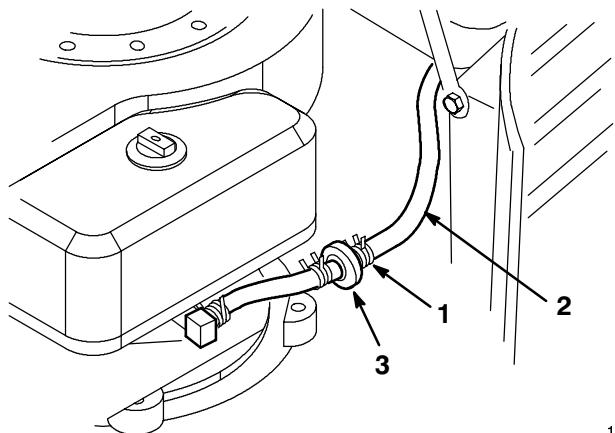

Abbildung 27
- Die Enden der Schlauchklemme zusammendrücken und die Klemme an der Kraftstoffleitung entlang nach oben zum Kraftstofftank schieben (Abb. 27).
- Die Kraftstoffleitung vom Filter ziehen (Abb. 27) und das Benzin in einen Benzin-kanister oder eine Auffangschale ablaufen lassen.
Der beste Zeitpunkt zum Austausch des Kraftstofffilters (Abb. 27) ist bei leerem Kraftstofftank. Niemals einen schmutzigen Filter wieder anbringen, der von der Kraftstoffleitung entfernt worden ist.
4. Die Enden der Schlauchklemmen zusammendrücken und die Klemmen vom Filter wegschieben (Abb. 27).